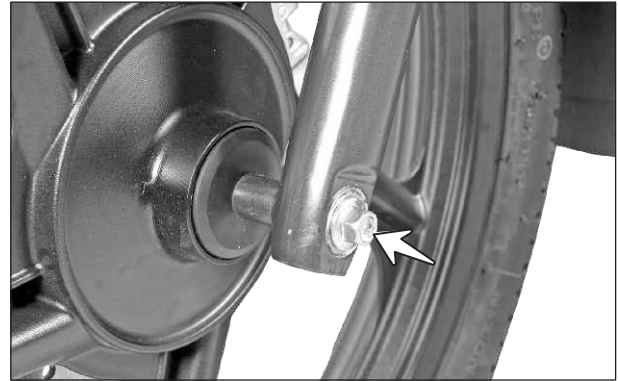

Fig. 6.13
- Antes de apretar la tuerca del eje, pruebe el funcionamiento de la suspensión delantera para asegurarse que actúa correctamente. Solo apriete la tuerca del eje luego de asegurarse del correcto funcionamiento de la suspensión. (Fig. 6.13)